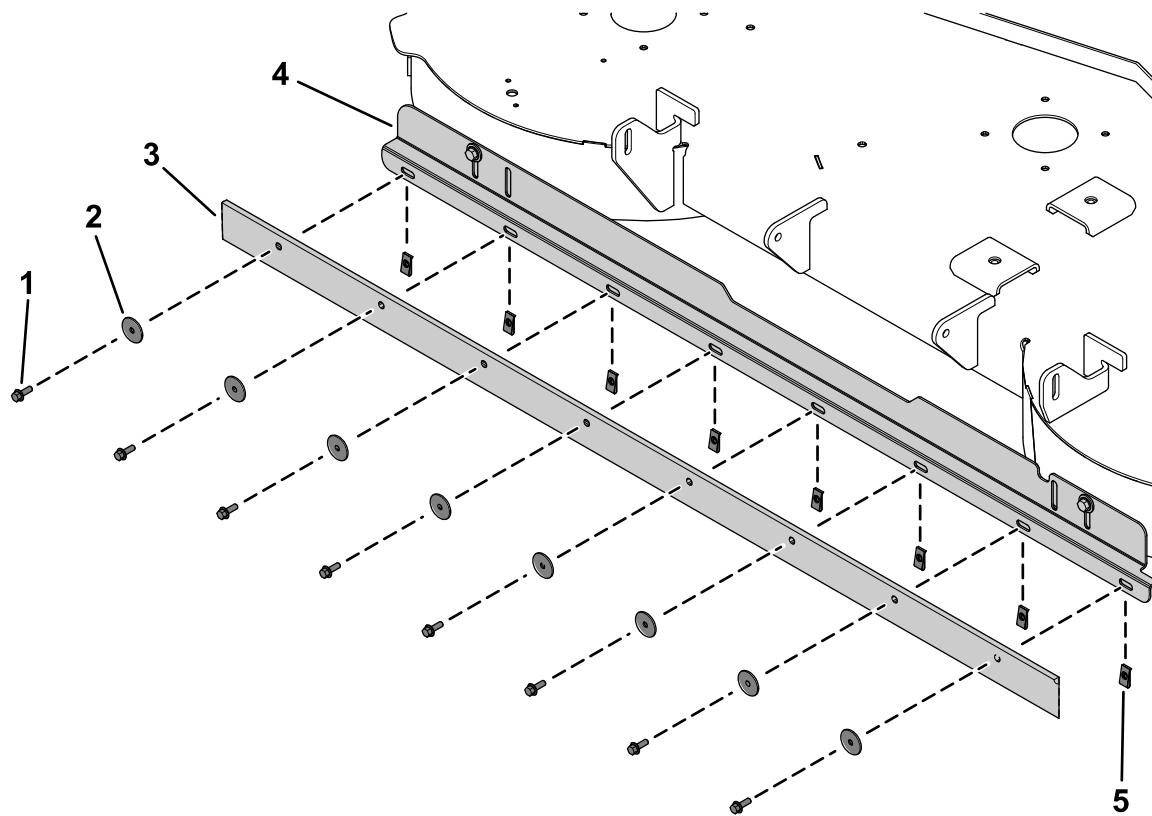

Figure 7
1. Vissez les 8 écrous rapides sur le support du traceur (Figure 7).
2. Fixez le racloir sur le support du traceur et les écrous rapides à l'aide de 8 vis à tête hexagonale ($\frac{1}{4} \times \frac{3}{4}$ po) et 8 rondelles (Figure 7).